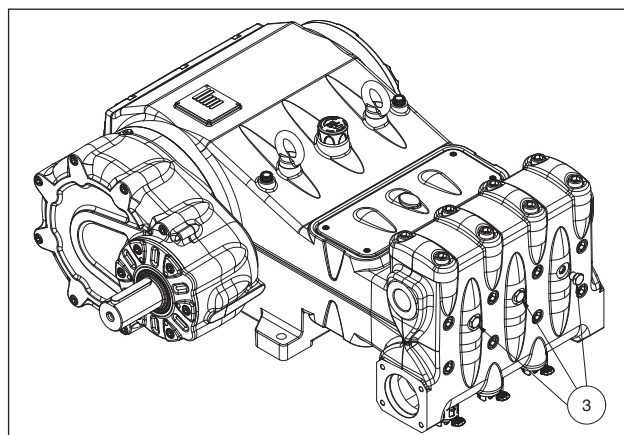

Fig. 11
Si des problèmes d'amorçage se produisent en raison d'une alimentation électrique insuffisante, il est possible d'intervenir en retirant les trois capuchons avant de la tête (à l'exclusion de la version MK240) comme indiqué pos. ③ Fig. 11.